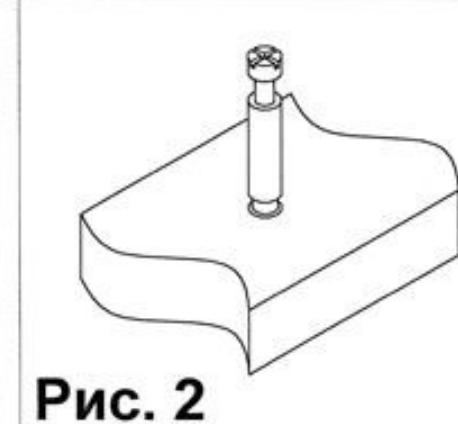

Рис. 2
2. Прикрутить к столешнице 8 опору (15) при помощи саморезов (20). Закрутить дюбеля стяжек (4) в муфты столешницы (8) (см. рис.2)
3. Соединить столешницу (8) с каркасом стола. Фиксацию стяжек-растекс(3) произвести пктем поворота их по часовой стрелке. Вставить заглушку (16) в столешницу 8. Собрать выдвижные ящики